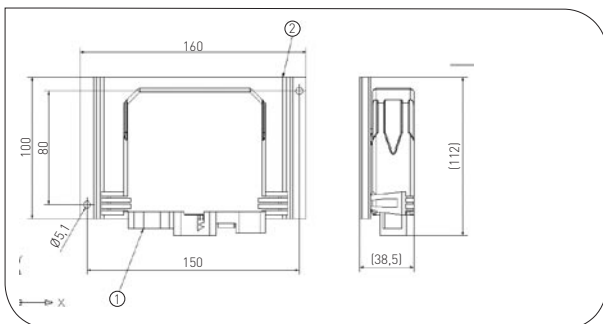

Figure 4.4
Le montage du boîtier de contrôle (1) est réalisé via deux points de fixation sur l'adaptateur (2) avec deux vis de diamètre 5 (voir figure 4.4). Les points de fixation dans le véhicule doivent être déterminés en fonction du type de véhicule.